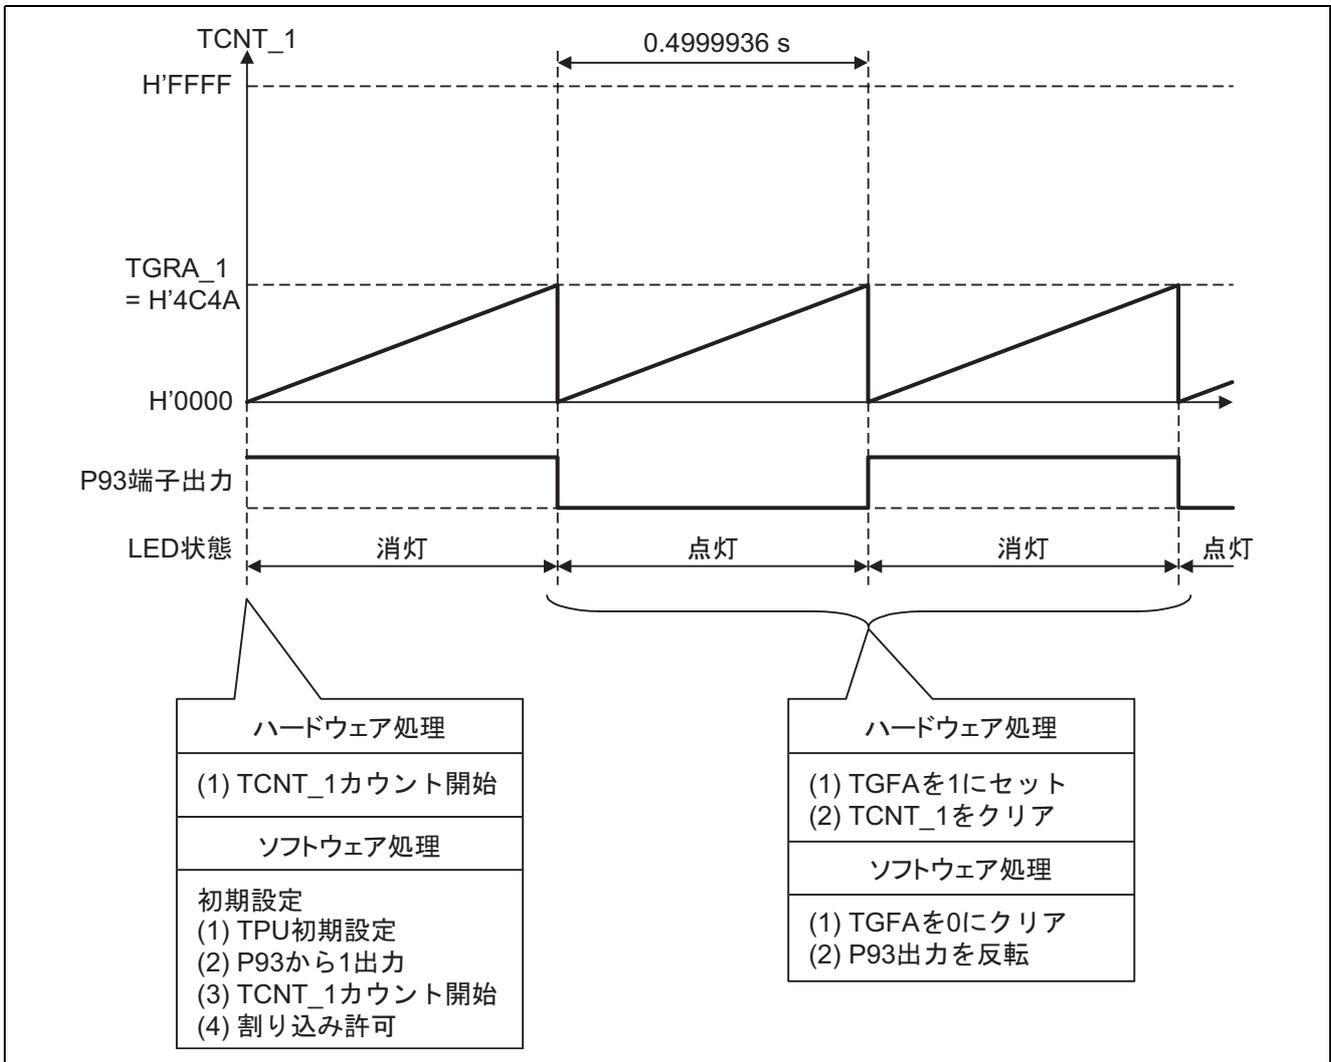

図3 動作説明
- 図3に動作説明を示します。図3に示すようなハードウェア、ソフトウェア処理により、TPUのコンペアマッチ機能を使用して、約0.5sごとにP93に接続したLEDの点灯/消灯を行います。